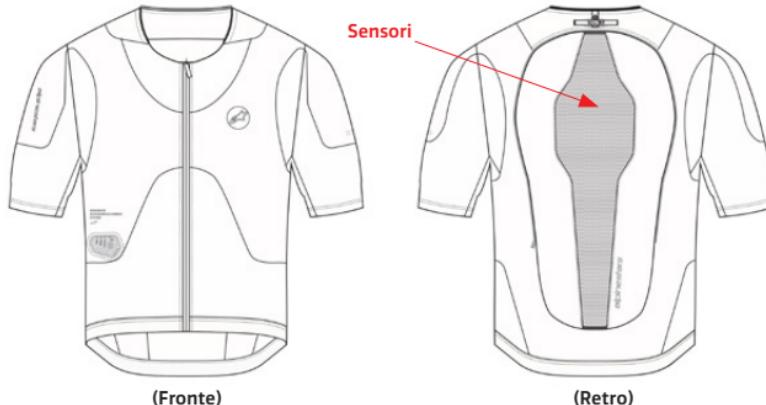

Figura 1 – Posizione dei sensori
Il sistema è composto da una centralina dell'airbag (5) con sensori incorporati (Figura 1). Il gruppo di sensori della centralina dell'airbag (5) prevede 1 accelerometro triassiale e 1 giroscopio triassiale posizionati all'interno della protezione posteriore (4). Questi sensori tengono monitorato il corpo dell'utente in caso di urti o movimenti improvvisi. Nel caso in cui il corpo dell'utente sia sottoposto a un'elevata e/o improvvisa quantità di energia, il sistema si dispiega. Ciò può verificarsi quando la moto è coinvolta in un incidente, ad esempio, quando si scontra con un altro veicolo o con un oggetto, quando il pilota perde il controllo o quando cade dalla moto.